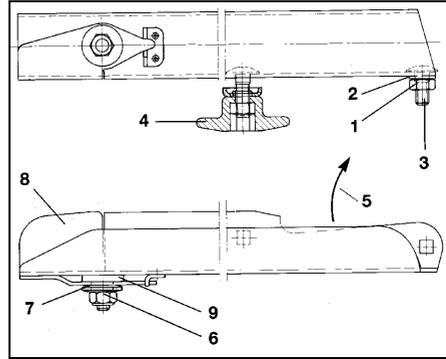

Fig. 60
- Selbstsichernde Mutter (Messing CuZn) (Fig. 60/6) lösen und einschließlich Tellerfedern (Fig. 60/7) entfernen.
- Schwenkflügel (Fig. 60/8) auswechseln.
**Auf Kunststoffscheibe (Fig. 60/9) zwischen Streuschaufel und Schwenkflügel achten.**
- Selbstsichernde Mutter (Fig. 60/6) mit Drehmoment von 6 - 7 Nm anziehen, so dass der Schwenkflügel noch von Hand verschwenkbar ist, aber im Einsatz nicht selbsttätig nach oben schwenkt.